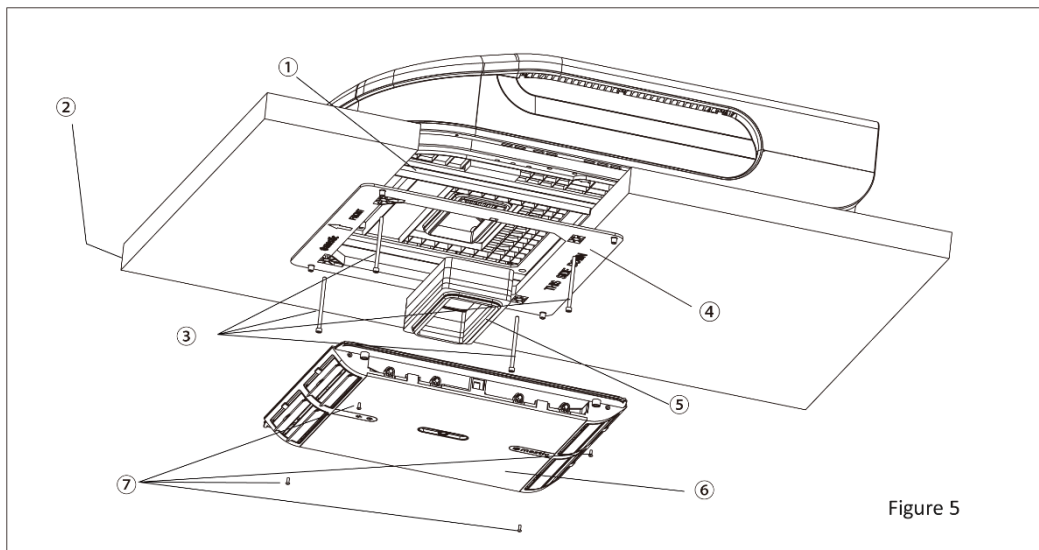

Figure 5
2. Bær utendørsenheten til kjøretøyets tak og juster den med åpningene på kjøretøyets tak. Bruk 2 sett med monteringsplateenheter og 4 skruebolter for å montere utendørsenheten (se fig. 5).
6. Monter skumdelen på luftkanalen. Bruk 4 skruer til å feste luftkanalen på monteringsplaten. Etter at du har koblet utendørsenheten til innendørsenheten, må du kontrollere at skumdelen ikke har løsnet (Se fig. 5).